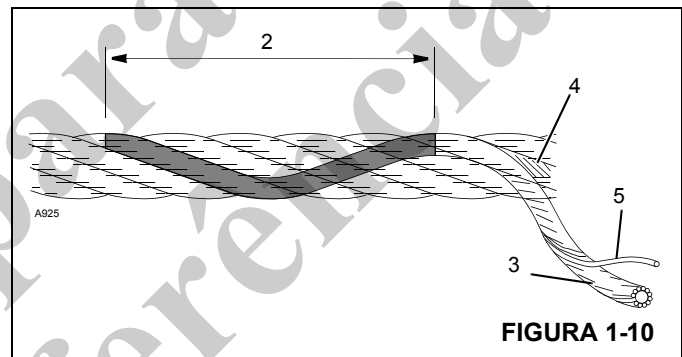

FIGURA 1-10
13. Ao verificar se há fios rompidos (5) (Figura 1-10) relaxe o cabo, remova-o dos "pontos de sustentação" e flexione-o o máximo possível. O defeito em um cabo de aço é referido com relação ao "Comprimento do encordoamento" (2), que é a distância medida ao longo do cabo em que um cordão (3) completa uma volta ao redor do núcleo (4).